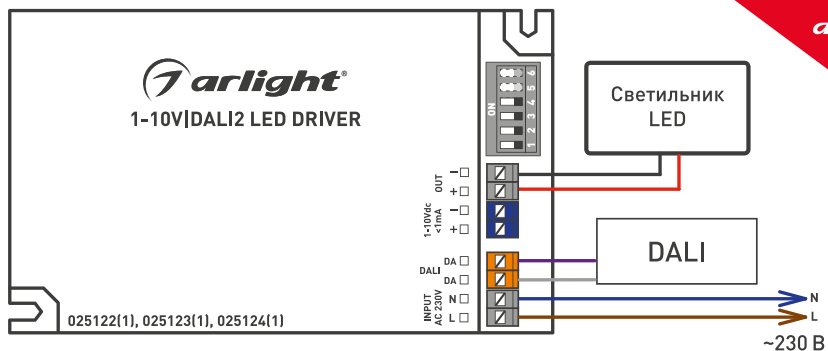

Рис. 1.
- 3.4. Подключите источник тока в соответствии с выбранной схемой управления (рис. 1–5).